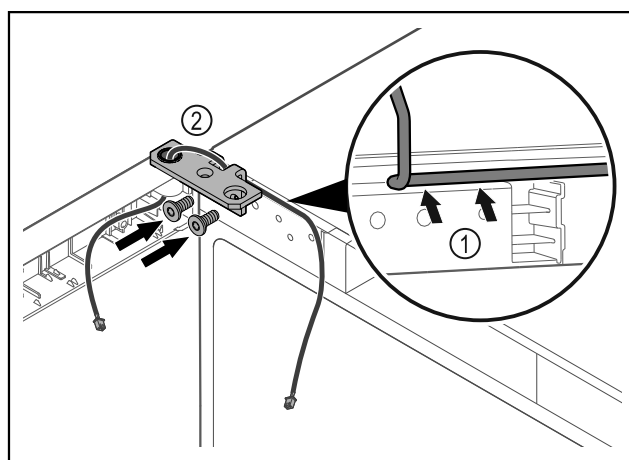

Fig. 37
- ▶ 将电缆穿过合页角铁的缺口并小心铺设 Fig. 37 (1)。
- ▶ 拧上合页角铁 Fig. 37 (2)。